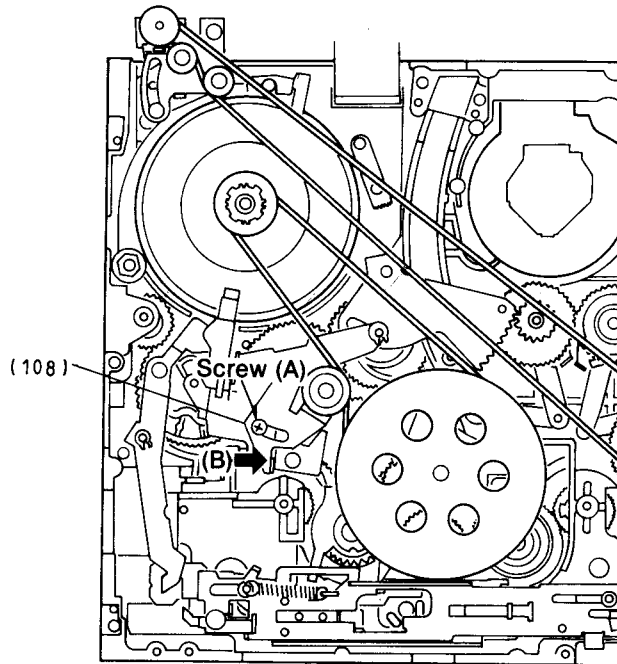

Fig. 17
- Schraube (A) lösen (Fig. 17).
- Kontaktor am Punkt (B) ansetzen und Spannrollenhebel (108) in Pfeilrichtung (B) drücken.
- Zeigt die Skala des Kontaktors  $0,4 \text{ N} \pm 0,05 \text{ N}$  (Einstellwert) an, Schraube (A) anziehen.
- Loosen the screw (A), (Fig. 17).
- Fit the Tension Gauge to point (B) and press the tension roller lever (108) in the direction of the arrow (B).
- When the Tension Gauge indicates  $0.4 \text{ N} \pm 0.05 \text{ N}$  (Specified Value), tighten the screw (A).